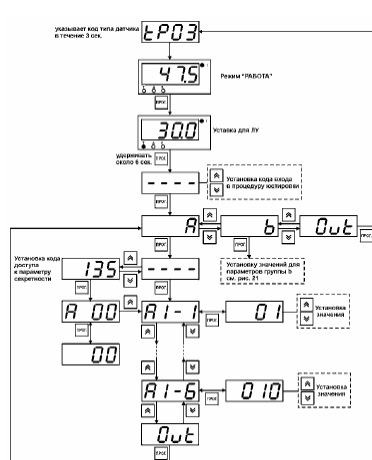

Рис.6
Неверное подключение датчика к прибору ⇒ Проверить правильность подключения по схеме (рис.6)
программирования осуществляется нажатием и удерживанием кнопки более 6 с. Последовательности процедуры программирования прибора на втором уровне для обеих групп параметров приведены на рис. 6 и 7.
9.2.4 Подключение сети питания и исполнительных устройств управления производится по схеме, приведенной на рис.6.